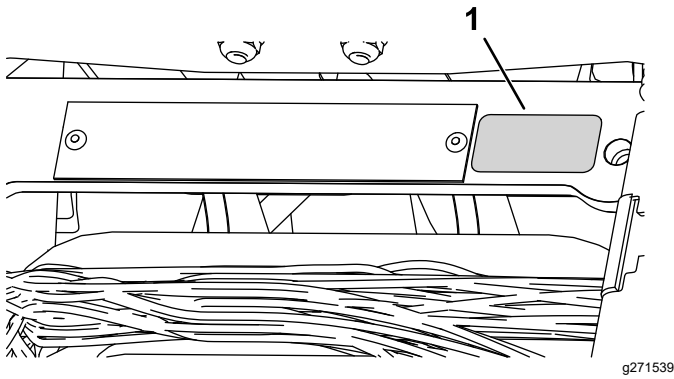

Figure 15
- Appliquez l'autocollant de l'année de production près de la plaque du numéro de série (Figure 15).